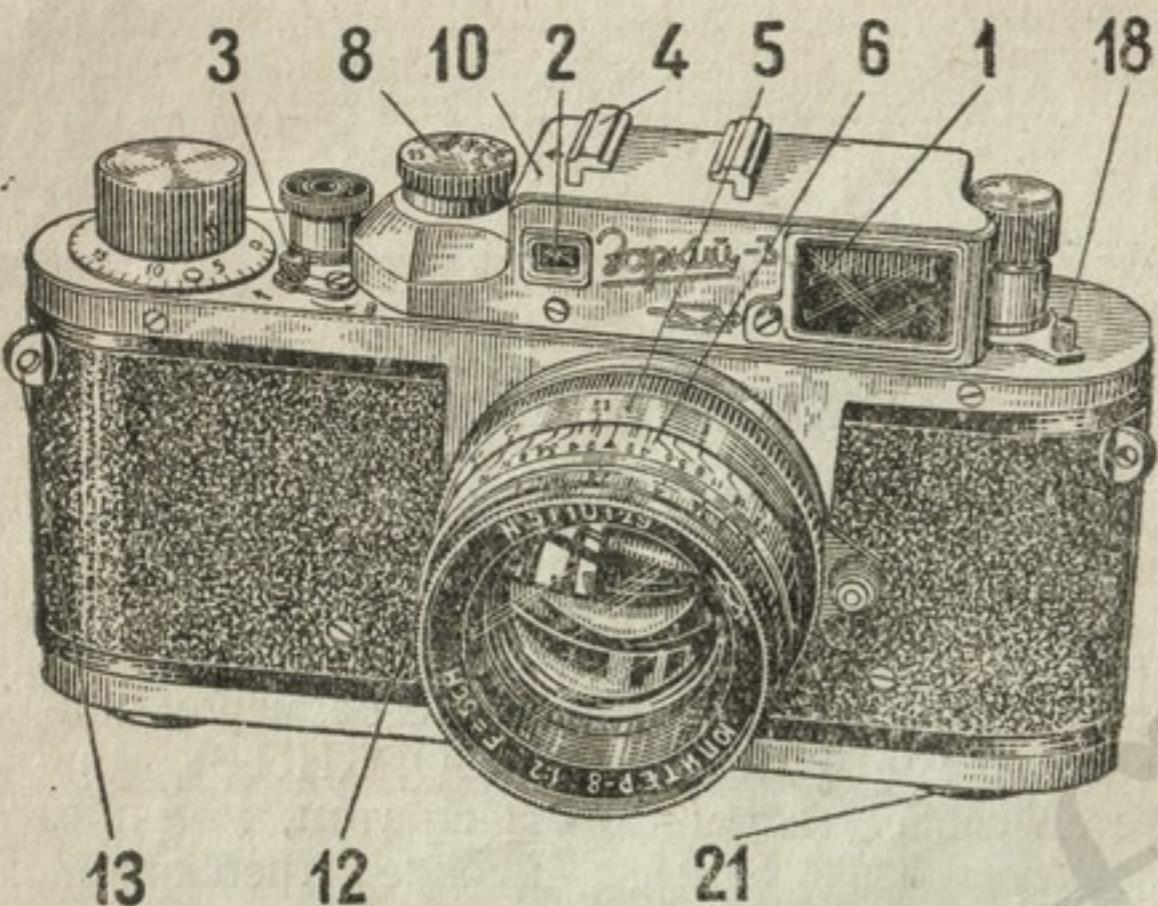

Рис. 1.
Фотоаппарат «ЗОРКИЙ-3» (рис. 1 и 2) относится к разряду портативных малоформатных кинопленочных камер с размером кадра 24x36 мм. Фотоаппарат «ЗОРКИЙ-3» является совершенным фотоаппаратом,ющим удовлетворять самые высокие требования, предъявляемые к фотоаппарату квалифицированными фотолюбителями, фоторепортёрами и научными работниками. Как всякий точный прибор, он требует к себе самого внимательного и бережного отношения.
- Выключить механизм, передвинув выключатель 3 на букву «В» (рис. 1).